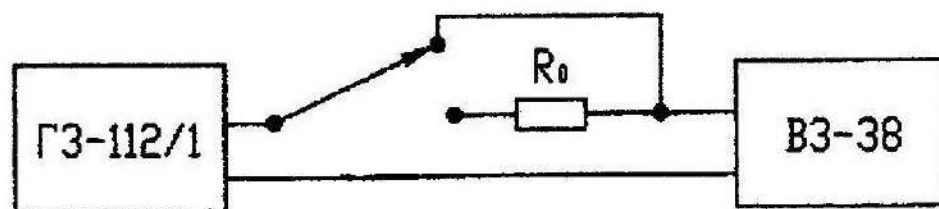

Рис. 2.1. Схема для измерения входного сопротивления вольтметра
3.1 Измерение $R_{вх}$ вольтметра ВЗ-38 осуществляется по схеме, изображенной на рис.2.1 в следующей последовательности.
4.1 Определить зависимость входного сопротивления вольтметра ВЗ-38 от частоты, для чего собрать схему согласно рис.2.1.